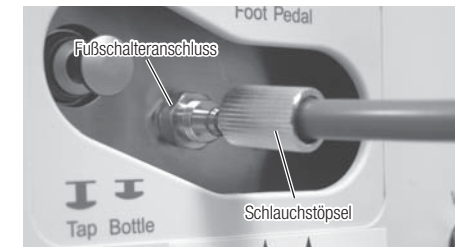

Abb. 2
Lockern und entfernen Sie die Schlauchstöpsel (2 x) aus den Fußschalteranschlüssen auf der Rückseite des Steuergeräts und stecken Sie sie beide in die Fußschalterkabel. Führen Sie die Stöpsel so ein, dass die Schrauben ein Stück herausstehen (auf der Seite des Steuergeräts). Stecken Sie den Schlauch des Fußpedals in den Fußschalter-Anschluss ⑱ auf der Rückseite der Einheit. Führen Sie das mit „1“ gekennzeichnete Ende jedes Schlauchs ein, wie auf der Markierung beschrieben. Ziehen Sie jetzt die beiden Schlauchstöpsel fest (Abb. 2).